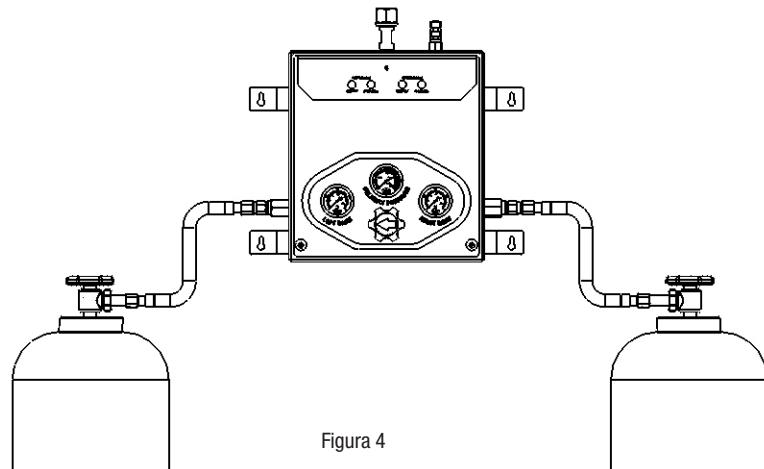

Figura 4
5. Si el sistema solo tiene un cilindro en cada lado sin una barra del cabezal derecha e izquierda, Monte los cilindros y las mangueras a la caja del colector como se muestra en la Figura 4. Como una precaución de seguridad, los cilindros deben sujetarse en su lugar con las abrazaderas de montaje de cilindros aprobada conforme a la OSHA, a los códigos estatales o locales para evitar que se inclinen accidentalmente. Ajuste con una llave todas las conexiones. Si el sistema está configurado para múltiples cilindros por lado, entonces proceda al paso 6. De otro modo, consulte la sección Instrucciones de operación.